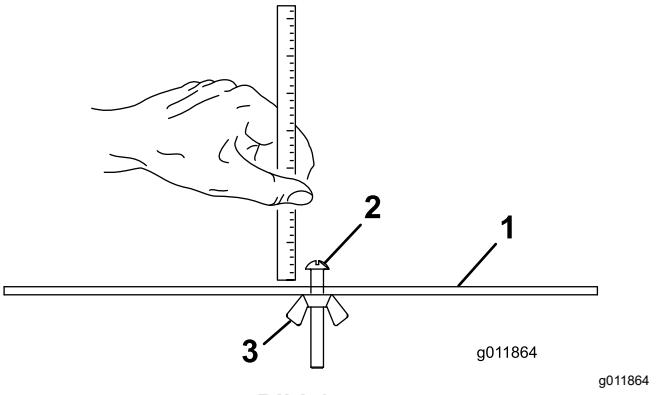

Bild 15
2. Lösen Sie die Mutter an der Messlehre (Bild 15) und stellen die Stellschraube auf die gewünschte Schnitthöhe ein.